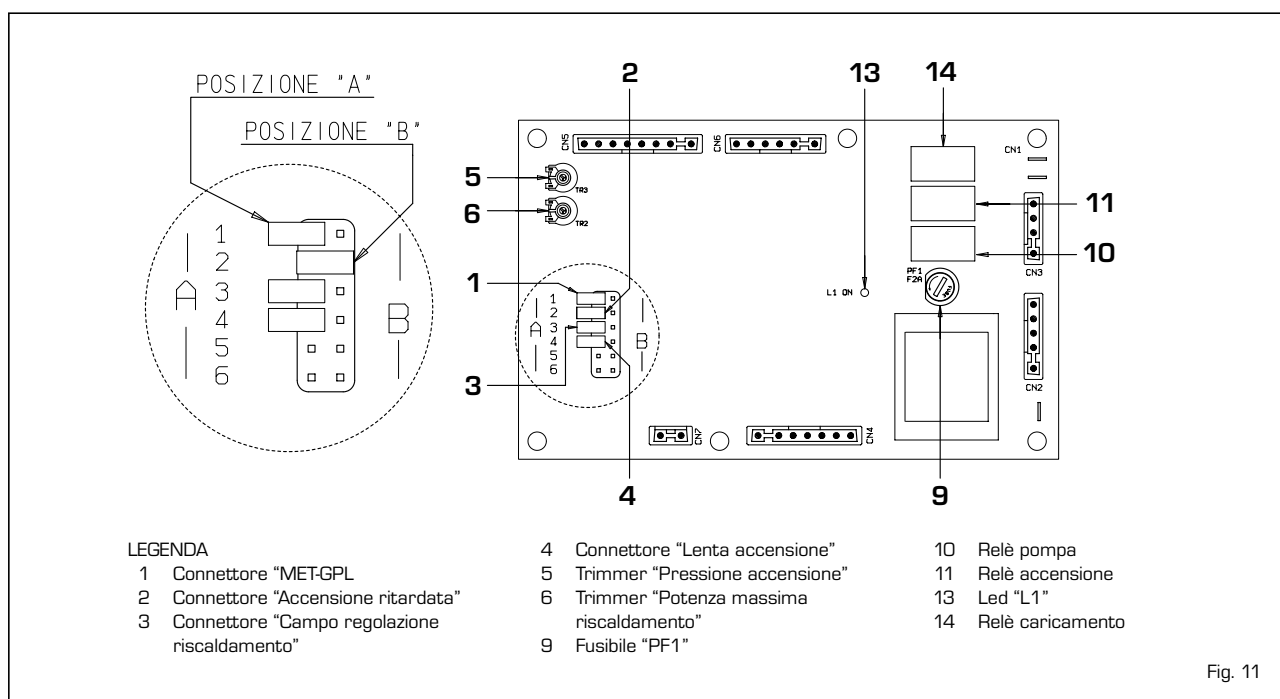

Fig. 11
- **Trimmer "PRESSIONE ACCENSIONE"** (5 fig. 11)
- **Trimmer "POTENZA MASSIMA RISCALDAMENTO"** (6 fig. 11)
- **Connettore "MET-GPL"** (1 fig. 11)
- **Connettore "ACCENSIONE RITARDATA"** (2 fig. 11)
- **Connettore "LENTA ACCENSIONE"** (4 fig. 11)
- **Connettore "CAMPO REGOLAZIONE RISCALDAMENTO"** (3 fig. 11)
- **Led "L1"** (13 fig. 11)
Per modificare la potenza termica, tarata di fabbrica a 16 kW nella vers. "25 BF" e 20 kW nella vers. "30 BF", agire con un cacciavite sul trimmer "potenza massima riscaldamento" (6 fig. 11). Per aumentare la pressione di lavoro ruotare il trimmer in senso orario, per diminuirla in senso antiorario. Nel momento in cui la temperatura rilevata dalla sonda corrisponderà al valore selezionato sul tasto del comando remoto, la caldaia sarà già a fiamma minima e, a quel punto, avverrà lo spegnimento del bruciatore. Per facilitare la ricerca di adeguamento potenza riscaldamento sono disponibili i diagrammi pressione/potenza per diversi gas (figg. 14-14/a-14/b).
- Sfilare il collettore bruciatori (5).
- Sostituire gli ugelli principali (6) e la rondella in rame (4) con quelli forniti nel kit; per eseguire tale operazione usare una chiave fissa da 7.
- Spostare il ponte del connettore "MET-GPL" della scheda sulla posizione corrispondente al gas utilizzato (1 fig. 11).